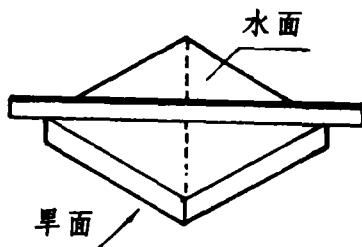

图8-1
(1) 铲面磨平——先在方砖平面上沿对角线铲平(图8-1、2)，接着铲其余部分，由内向外铲出，铲至砖的边沿时应由外向里斜铲。为使斧子平稳，需蹩手腕子执斧铲面。铲完用平尺、搭十字尺和八卦尺进行校验是否平整(图8-3)，跟着用粗磨头推磨，再用细磨头轻磨，撢净浮尘后再次用尺